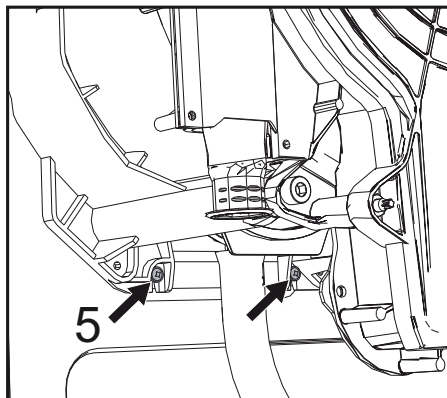

fig. 50
- Afloje los dos tornillos **inferiores** "5" que fijan el intercambiador al bastidor (fig. 50)